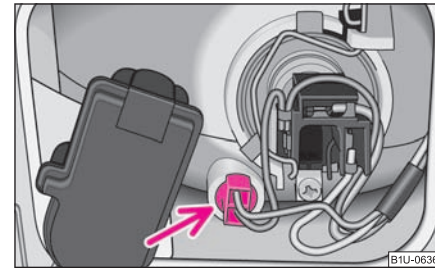

Fig. 181 Înlocuirea becului luminii de poziție
- Trageți soclul becului cu becul din far ⇒ fig. 181.